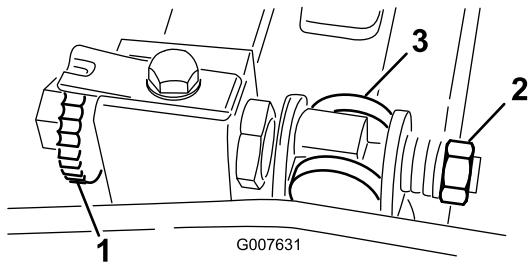

图56
1. 逆时针旋转底刀架调节螺丝将底刀后撤离开滚刀(图56)。
2. 退出弹簧加压螺母直到垫圈不再对底刀架 图56 施压。